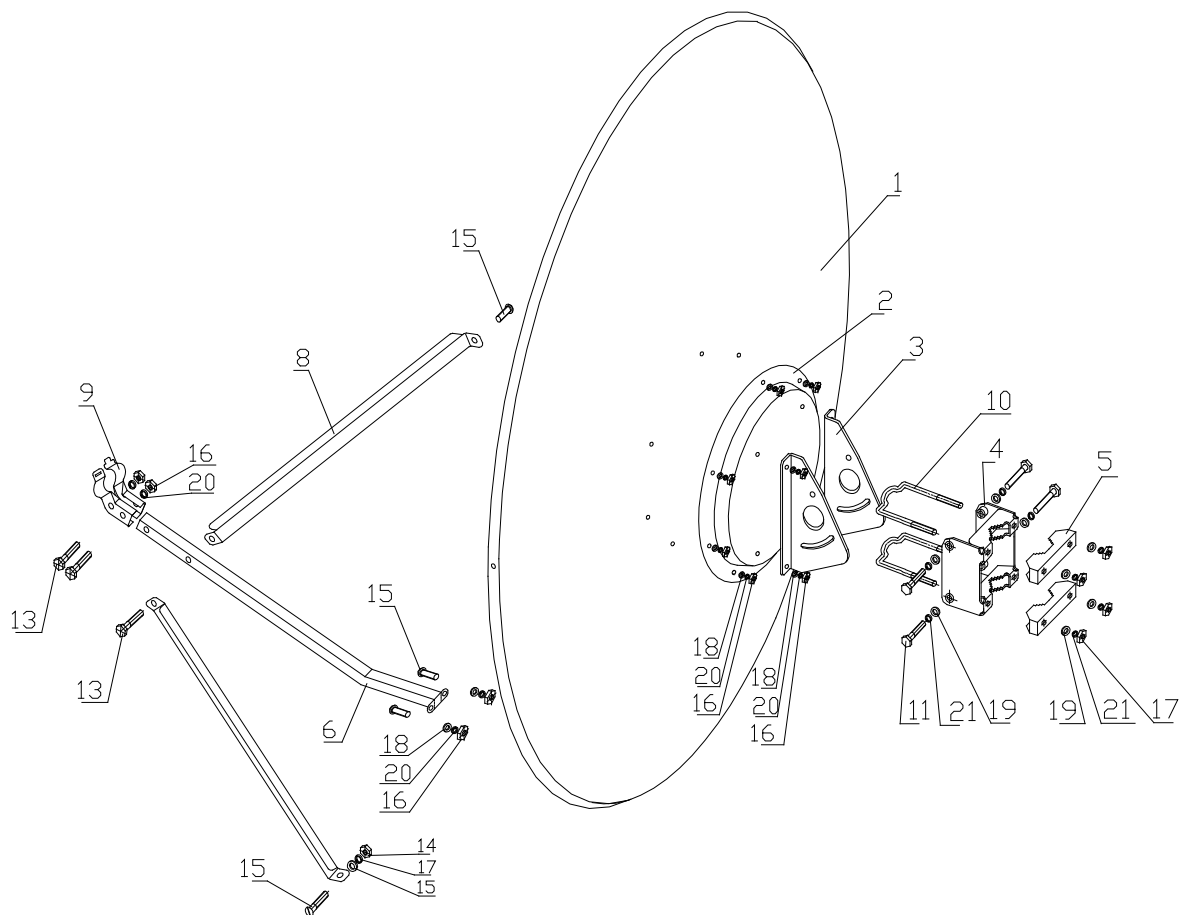

Рис.2
**Сборка антенны производится в соответствии с рис. 2.**
7. Установить держатель облучателя (поз.9) вместе с облучателем на дуге конвертородержателя, для чего: вставить выступ на левой половине конвертородержателя в паз на правой половине конвертородержателя, обхватить ими облучатель и закрепить все в сборе на дуге конвертородержателя винтом М6х35 (поз.13). Установить дополнительно болт М6х35 (Рис.2, поз.13). Сильно не затягивать.
8. Навеску рефлектора с ОПУ на настенный кронштейн необходимо производить вдвоем. Сначала вставить хомуты (поз.10) согласно Рис.2. Затем один держит рефлектор в сборе с ОПУ, а второй крепит его к трубе настенного кронштейна 2 прижимами (поз.5) гайками М8 (поз.17). (Можно сначала надеть прижимы на хомуты и закрепить гайками, а затем все вместе надеть на настенный кронштейн). Развернуть отражатель в направлении спутника. Закрепить.